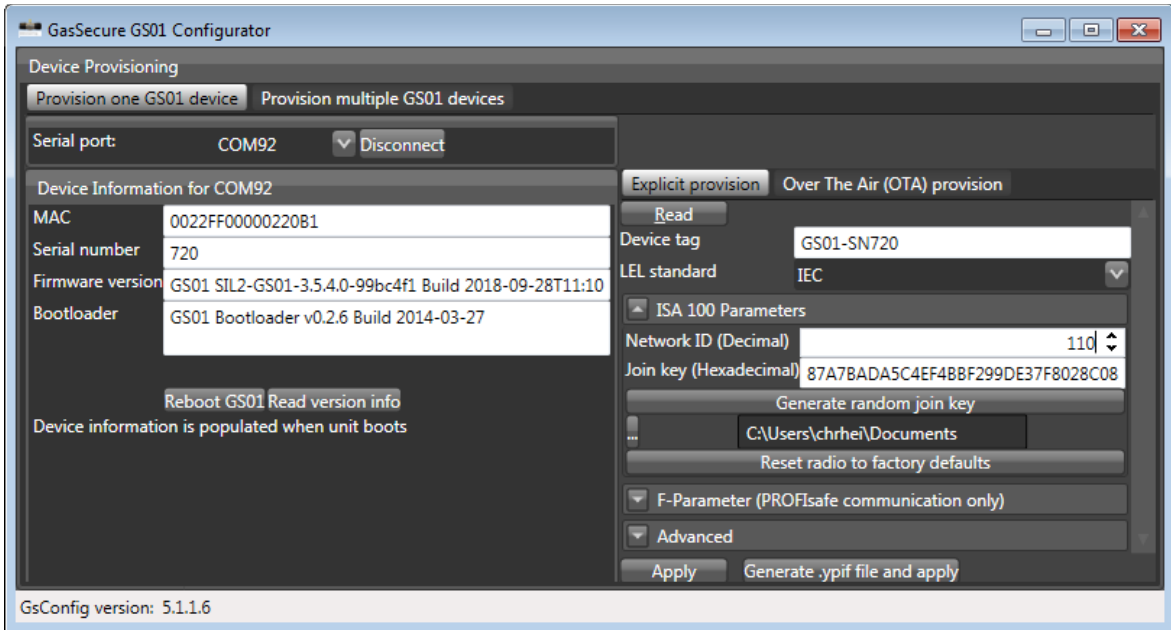

图 3-1: GS01 配置器
- b) 运行 GS01 配置器并选择正确的 COM 端口。保留默认模式 “Provision one GS01 device”（配置一台 GS01 设备）。按 “Connect”（连接）按钮并验证设备信息是否显示，请参阅图 3-1。如果设备信息未自动显示，请按 “Read version info”（读取版本信息）按钮。按 “Read”（读取）按钮，以便显示设备的当前配置状态。保持 “明确规定”。
- c) 输入设备标签5和所需的十进制格式网络 ID6，请见图 3-1。
- 运行 GS01 配置器并选择正确的 COM 端口。保留默认模式“Provision one GS01 device”（配置一台 GS01 设备）。按“Connect”（连接）按钮并验证设备信息是否显示，请参阅图 3-1。如果设备信息未自动显示，请按“Read version info”（读取版本信息）按钮。按“Read”（读取）按钮，以便显示设备的当前配置状态。选择“无线电 (OTA) 规定”。